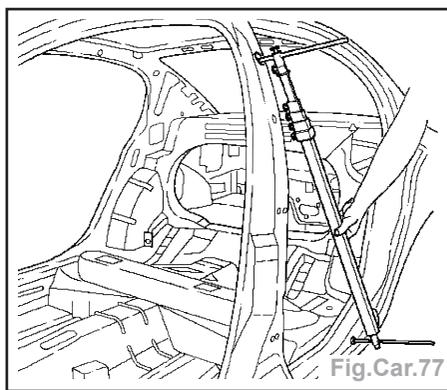

Fig.Car.77
- Mesurer le montant B intérieur : (Fig. Car.77) :